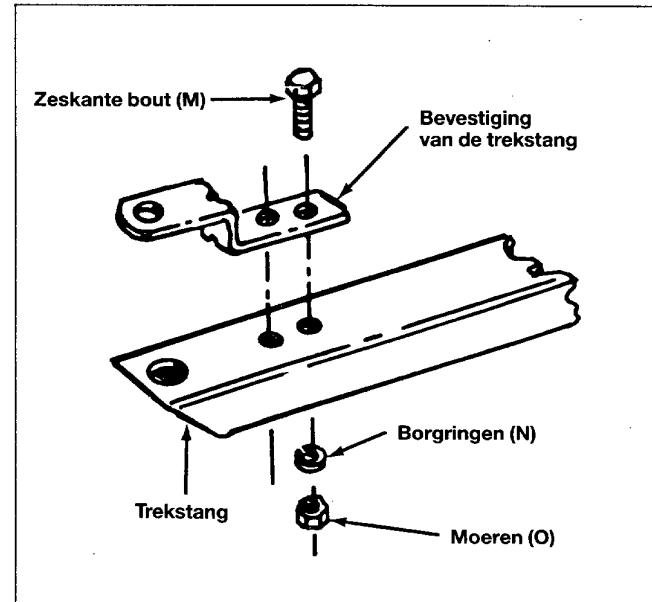

Fig. 14
19. Monteer de bevestiging van de trekstang op de trekstang. Gebruik zeskante bout 10x25 mm (M), borringen (N) en moeren (O). Zie fig. 14.